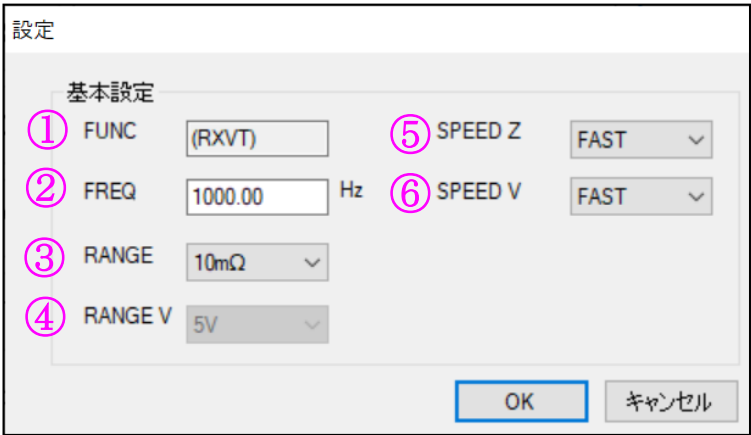

図 3-11. 測定条件の設定
- (1) [設定]ボタンをクリックします。
- (2) [設定]の画面が表示されます。(図 3-11)
- (3) 測定条件を設定して[OK]ボタンをクリックします。